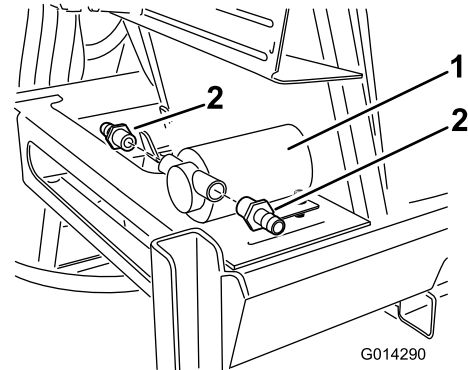

Figure 20
3. Trouvez les raccords droits cannelés de flexibles dans les pièces détachées et branchez le raccord à l'entrée et la sortie de la pompe du réservoir de rinçage (Figure 20).